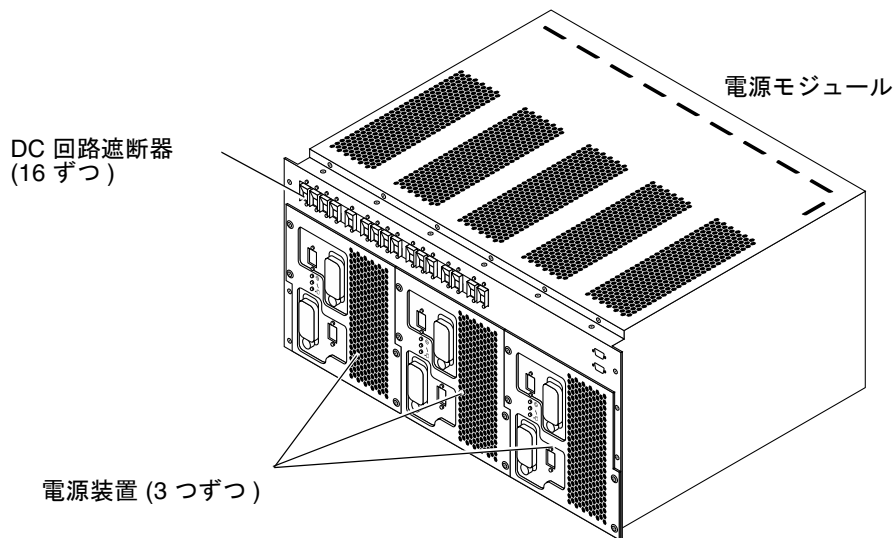

図 2-6 回路遮断器と電源装置
2. 正面および背面にある電源モジュールのすべての DC 回路遮断器がオンになっていることを確認します (図 2-6)。